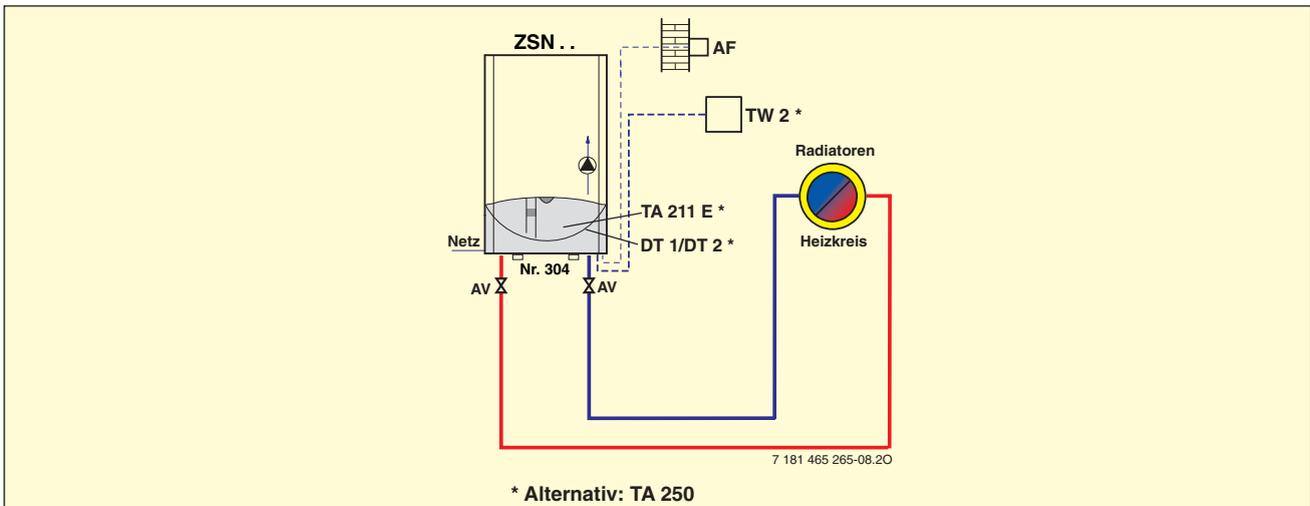

Bild 62 CERANORM ZSN bei reinem Heizbetrieb
**Legende zu Bild 62, 63 und 64:**